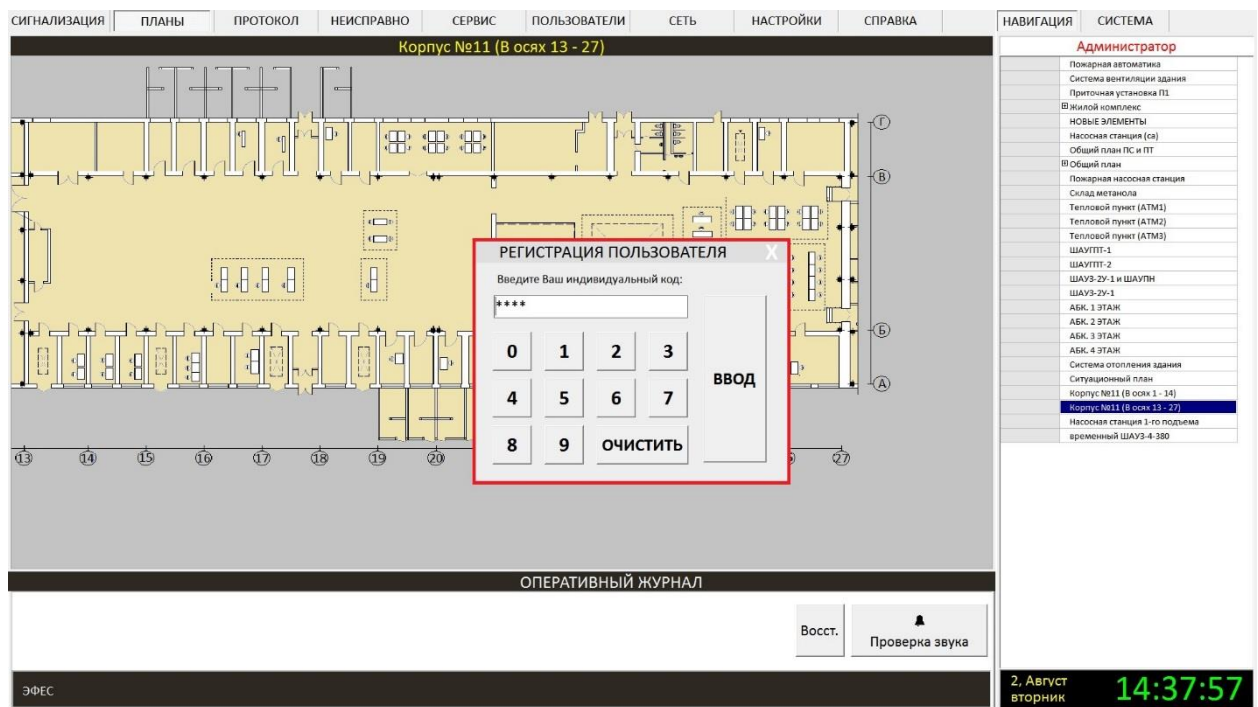

Рисунок 3. Регистрация пользователя.
- Появится окно для регистрация пользователя.(см. Рисунок 3)